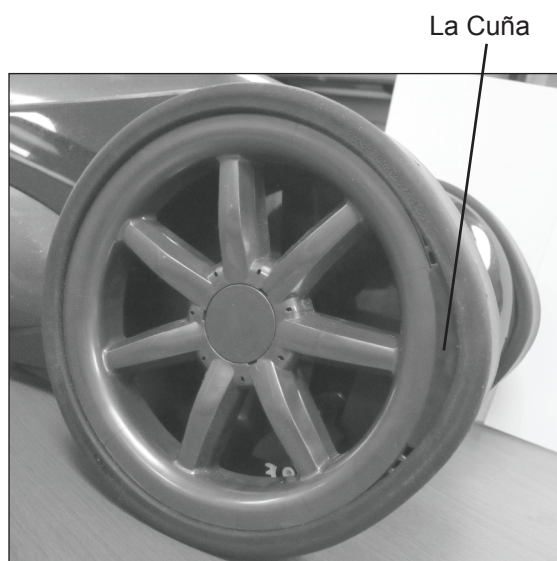

Figura 21.
**Nota:** Instale cada cuña horizontalmente y alineadas entre sí. Si las cuñas no se alinean entre sí pueden causar que el limpiafondos tenga dificultades con el ángulo de transición. Esto es importante para el buen funcionamiento del limpiafondos. **Véase la figura 21.**
2. Presione la cuña hacia el frente del cuerpo del limpiafondos hasta que se asiente detrás del borde de la goma. **Véase la figura 21.**